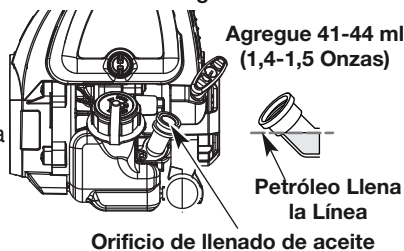
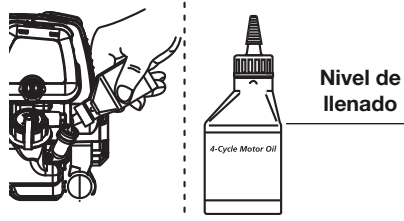

Fig. 19
Fig. 21
5. Compruebe el nivel de aceite. El aceite debe quedar exactamente en la parte inferior de las roscas del orificio de llenado de aceite. (Fig. 19)
6. Si el nivel está bajo, agregue una pequeña cantidad de aceite en el orificio de llenado de aceite y vuelva a medir (Fig. 19). Repita este procedimiento hasta que el nivel de aceite a la parte inferior de las roscas en el orificio de llenado de aceite.
NOTA: Use la botella y la boquilla que guardó del uso inicial para medir la cantidad correcta. El nivel de 90 ml (3,04 onzas) está aproximadamente en la parte superior de la etiqueta de la botella (Fig. 21). Mida el nivel con la varilla de medición. Si el nivel está bajo, agregue una pequeña cantidad de aceite y vuelva a medir (Fig. 19). No lo llene demasiado.